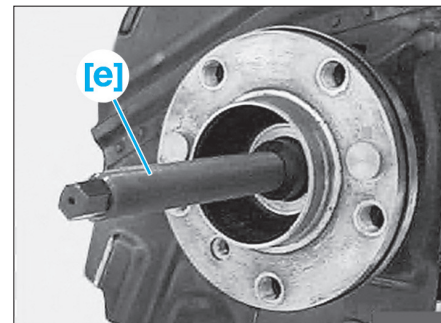

Fig. 13
- l'outil [e] sur le demi-arbre de roue (Fig.13),